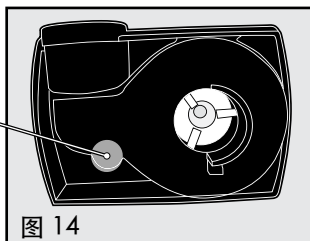

图 14
3. 接下来，将指甲放在泪珠状进水面板窄端上的小唇片下并向外拉，拆下进水面板，并将其拉出。（图 14）。